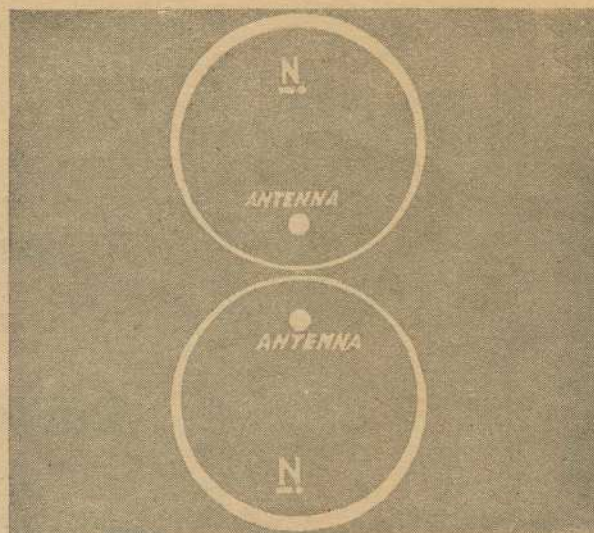
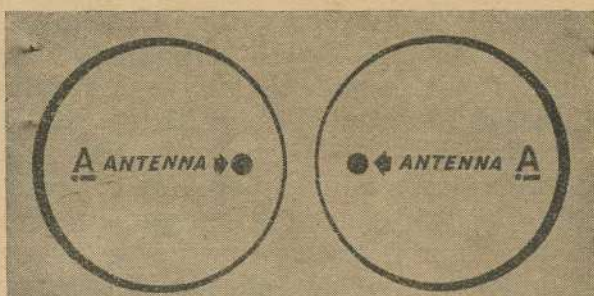
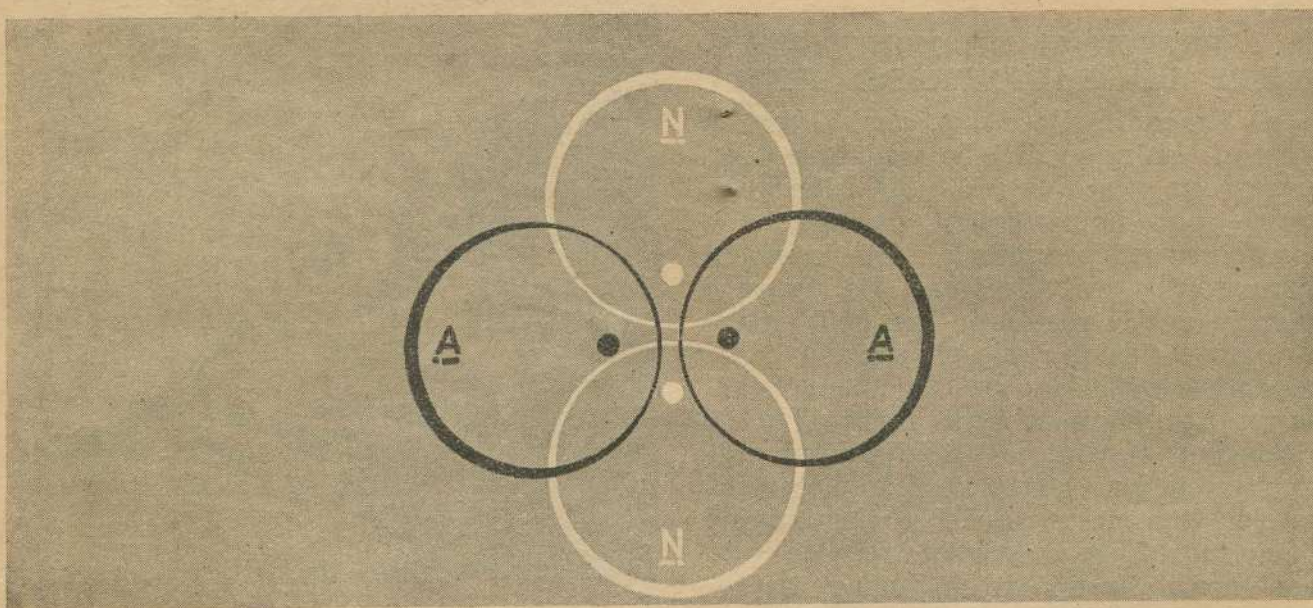

FIGURE 7. — SPECTRE D'UNE ANTENNE
FIGURE 8. — SPECTRE D'UNE ANTENNE
FIGURE 9. — SPECTRE D'UN RADIOPHARE
b) La forme de la région où les signaux sont audibles peut, dans une certaine mesure être déterminée par le genre d'antennes émettrices employées. La forme d'une antenne à émission dirigée (figure 7), peut être comparée à celle d'une antenne ordinaire de radio-diffusion. On verra que le rayonnement d'énergie peut être supprimé dans une direction perpendiculaire au plan de l'antenne, et est, au contraire, maximum dans la direction du plan de l'antenne. Pour des raisons d'identification, les signaux émis par l'antenne, sont brisés en une série de traits et points formant la lettre N. La Figure 8 montre la région couverte par un système de deux antennes identiques, mais à angles droits avec le 1er système, et émettant une série de A. Deux tels systèmes d'antennes couvriraient la région montrée à la Figure 9. Il est évident que dans les zones où les régions A et les régions N se recoupent, on entendra à la fois le signal A et le signal N. L'énergie de l'émetteur du radiophare est transmise alternativement aux deux systèmes d'antennes par un interrupteur automatique. Est transmis d'abord, le trait de la lettre N (par un système d'antenne) ; vient ensuite le point de la lettre A (transmis par l'autre système